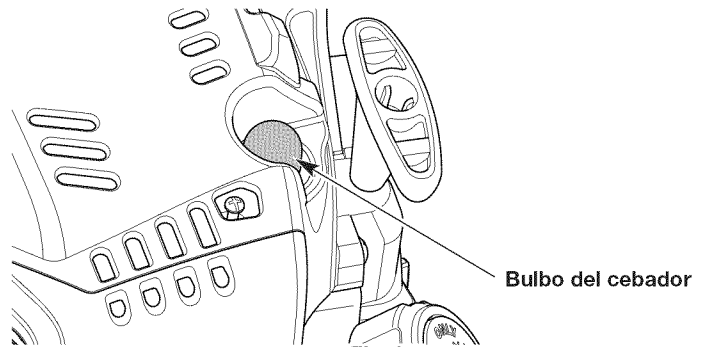

Fig. 9
4. Presione y luego suelte el bulbo del cebador lentamente **10 veces** (Fig. 9).